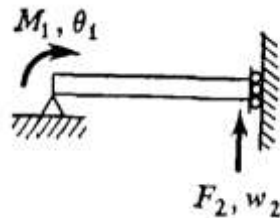
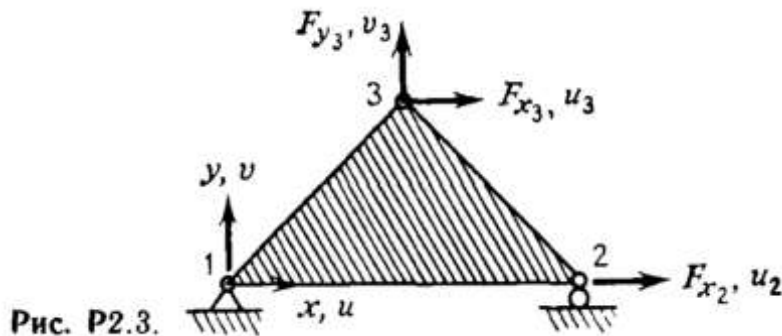

Рис. P2.2.
Рис. P2.3.
3. Ниже вписана матрица податливости для треугольного пластинчатого элемента, находящегося в плоском напряженном состоянии (рис. P2.3). Вычислите матрицу жесткости элемента и проверьте правильность полученного результата, сравнивая ее с матрицей жесткости, показанной на рис. 5.4.
<div style="text-align: center;"> $\begin{Bmatrix} F_2 \\ M_1 \end{Bmatrix} = \frac{L}{6EI} \begin{bmatrix} 2L^2 & -3L \\ -3L & 6 \end{bmatrix} \begin{Bmatrix} w_2 \\ \theta_1 \end{Bmatrix}.$  <p>Рис. P2.2.</p> </div> <p>3. Ниже вписана матрица податливости для треугольного пластинчатого элемента, находящегося в плоском напряженном состоянии (рис. P2.3). Вычислите матрицу жесткости элемента и проверьте правильность полученного результата, сравнивая ее с матрицей жесткости, показанной на рис. 5.4.</p> <div style="text-align: center;"> $\begin{Bmatrix} u_2 \\ u_3 \\ v_3 \end{Bmatrix} = \frac{2}{Et x_2 y_3} \begin{bmatrix} x_2^2 & x_2 x_3 & -\mu x_2 y_3 \\ x_2 x_3 & 2(1 + \mu) y_3^2 + x_3^2 & -\mu x_2 y_3 \\ -\mu x_2 y_3 & -\mu x_2 y_3 & y_3^2 \end{bmatrix} \begin{Bmatrix} F_{x1} \\ F_{x3} \\ F_{y3} \end{Bmatrix}$  <p>Рис. P2.3.</p> </div>